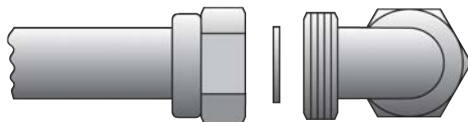

Fig.1
- interporre una guarnizione di tenuta metallica (alluminio, rame, gomma approvata per l'uso) Fig.1